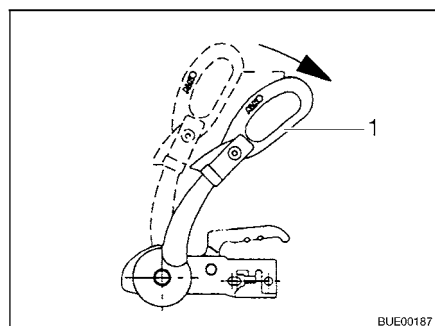

Fig. 195 Maniglia di stabilizzazione
- Aprire la maniglia di stabilizzazione (Fig. 195,1).